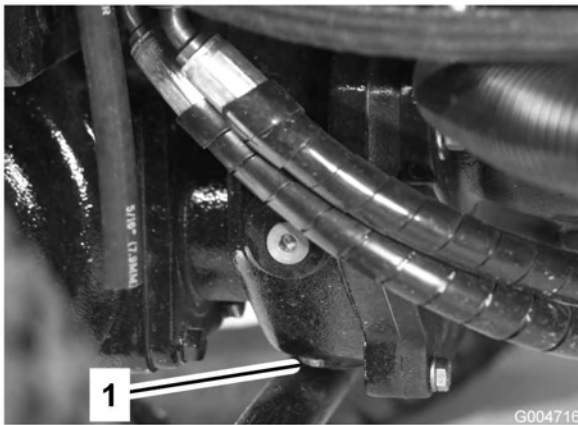

Figura 59
5. Limpe a zona em redor do tampão de escoamento no fundo da caixa de engrenagens (Figura 59).